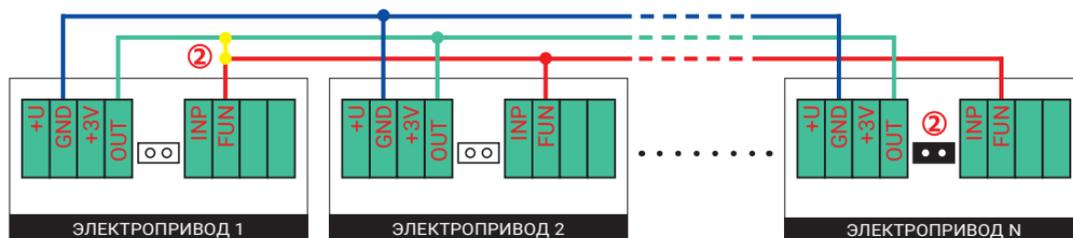

Рис. 2. Объединение в систему нескольких шаровых электроприводов из серий GIDROLOCK WINNER RADIO и GIDROLOCK WINNER
К основному устройству возможно подключение нескольких электроприводов (рис. 2).
ВНИМАНИЕ! В одном из электроприводов соедините между собой клеммы **OUT** и **FUN** или установите **джампер (2)** (рис. 2, фото 6).